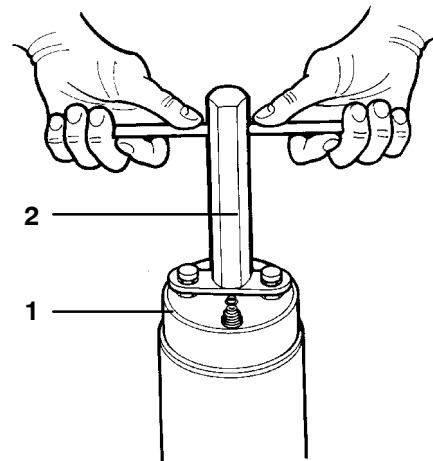

Рис. 38 Отвинчивание головки фильтра
- Отверните верхнее резьбовое соединение (1, Рис. 38) при помощи входящего в объём поставки специального ключа (2).